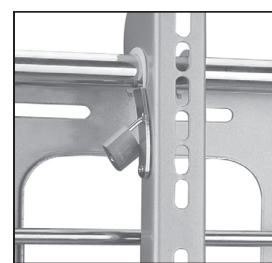

Fig. 6 Puede utilizarse un candado pequeño para ayudar a evitar el robo de la pantalla (candado no incluido).
2. Mueva la lengüeta de seguridad de cada brazo a su posición para evitar que la pantalla se separe accidentalmente del montaje. Puede insertarse un candado en una de las lengüetas para ayudar a evitar el robo de la pantalla (Fig. 6).